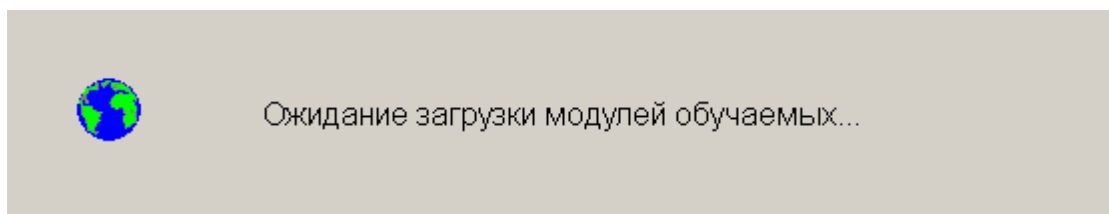

Рисунок 28 – Индикатор ожидания загрузки модулей обучаемых
3. Дождаться завершения загрузки упражнения и исчезновения индикатора загрузки (Рисунок 28). На панели инструктора должна появиться карта линии, в полях зрения обучаемого и на мониторе контроля должна появиться визуальная обстановка.